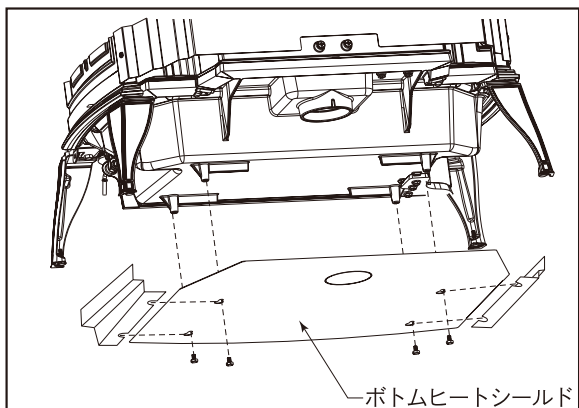

図4 ボトムヒートシールドの取り付け
2. 4つのボルトをすべて、キーホール大きい方の端に通し、シールドを手前に引いてキーホールスロットの小さい方の端と合わせます。(図4)